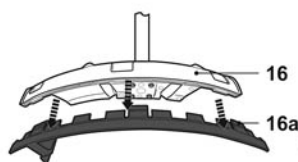

Fig. 5
- > No modo de roçadora, solte a capa protetora [16a] da proteção de segurança [16], desaparafusando o parafuso [16b] e pressionando os três encaixes com a ajuda de uma ferramenta (fig. 5).